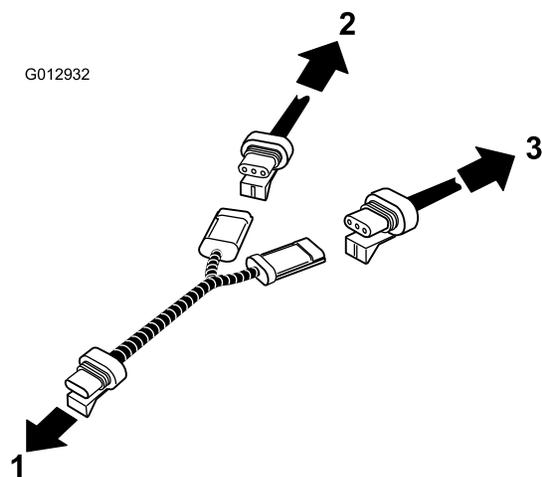

Figura 14
17. Instale a cablagem de ligação, em forma de Y entre o sensor de velocidade e a cablagem existente e cablagem do pulverizador. Ligue o sensor de velocidade à cablagem existente e à cablagem do sistema de pulverização (Figura 14).